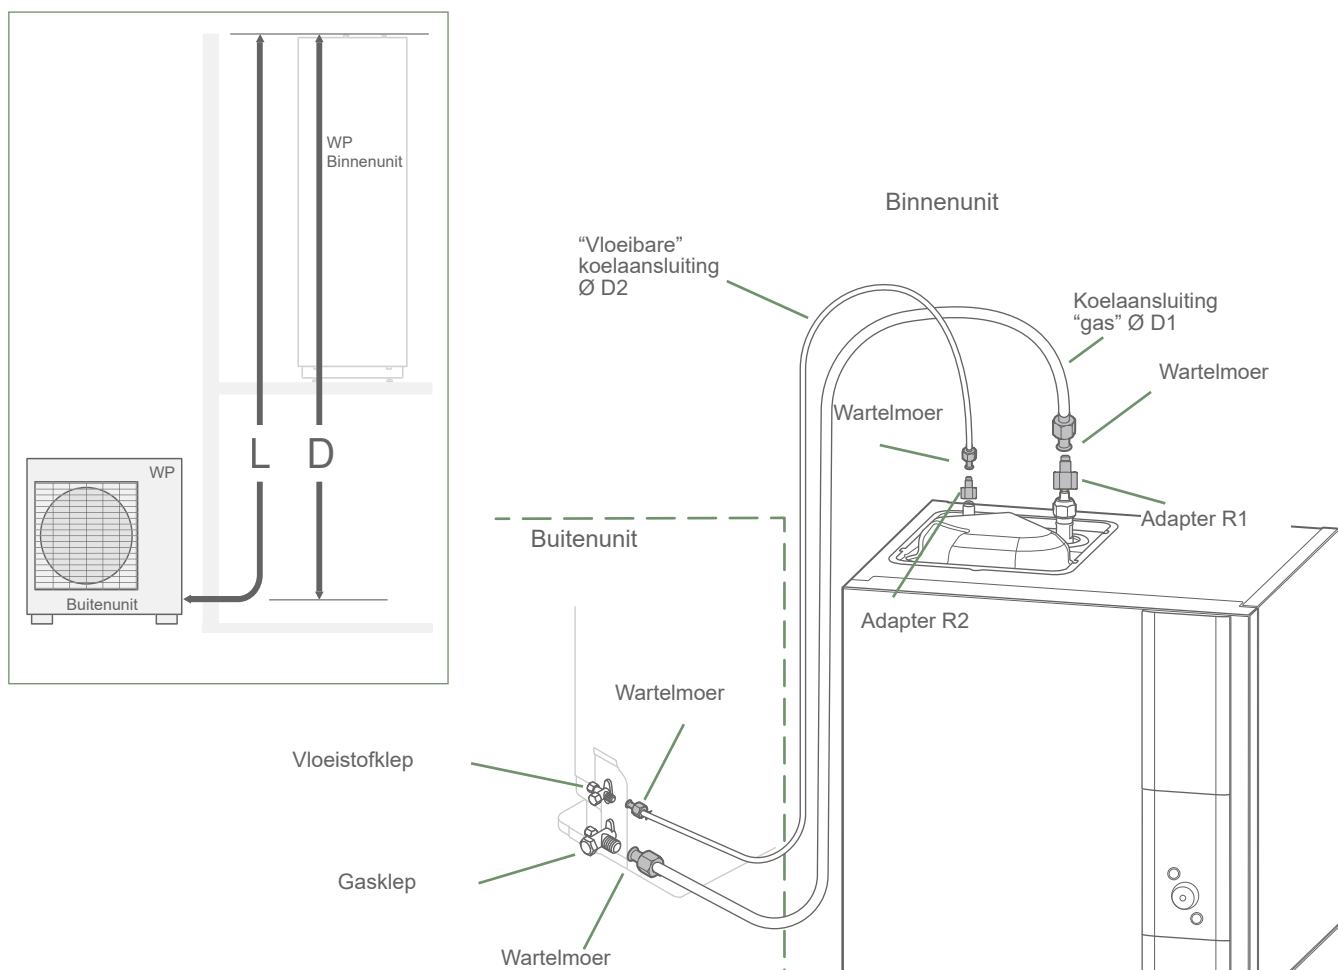

fig. 31 - Aansluiting van koelaansluiting (toegestane diameters en lengtes)
- Afhankelijk van het geval sluit u een adapter aan (reductie) 1/4"- 3/8" of 1/2"- 5/8" (zie fig. 31).